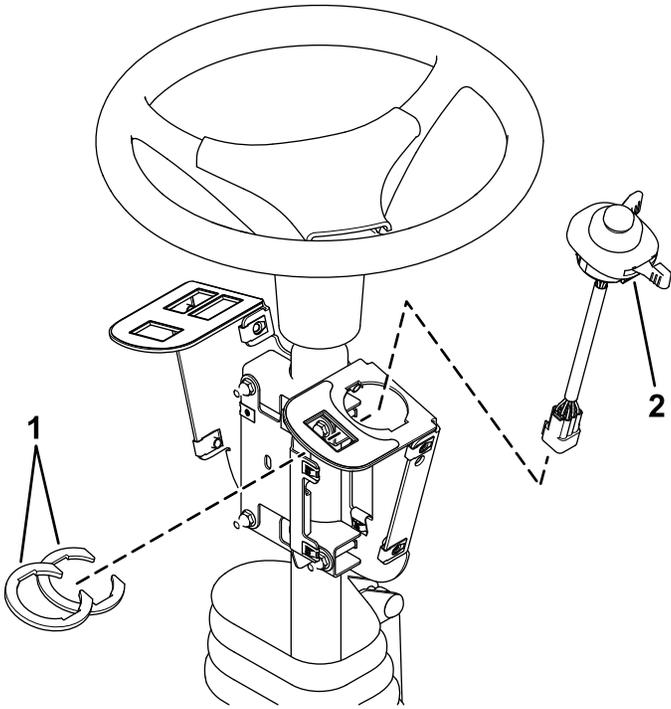

Figura 4
2. Instale el interruptor multifunción en el soporte de los interruptores y sujételo usando las grapas circulares debajo del orificio del interruptor (Figura 4).